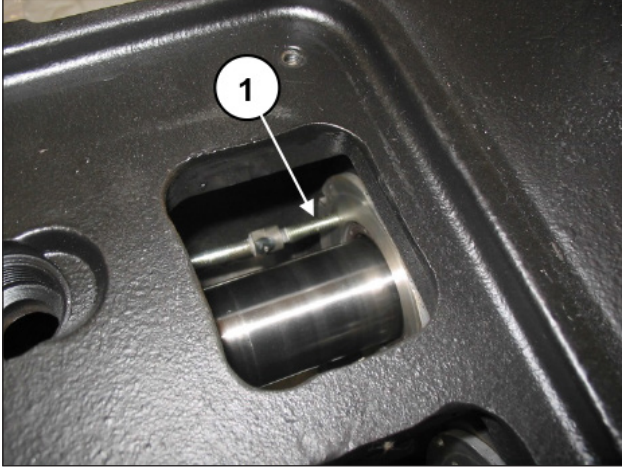
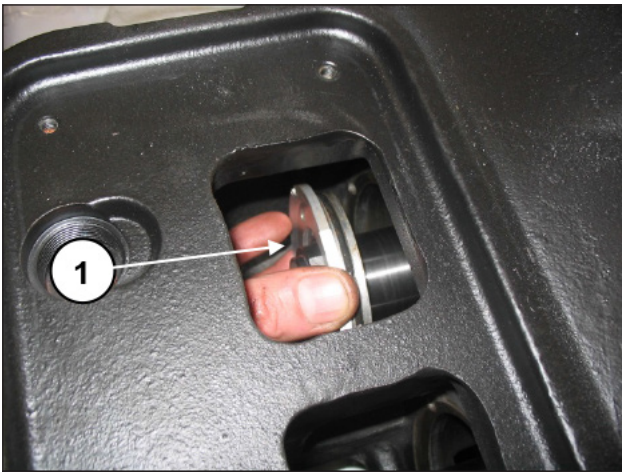

图 114
图 115
把活塞导承定位在下止点，在盖子(位置①，图 114)上的专用孔拧入带有M5适配器27516500的提取器27516400，通过曲轴箱(位置①，图 115)上方的开口把泵组的刮环盖抽出。